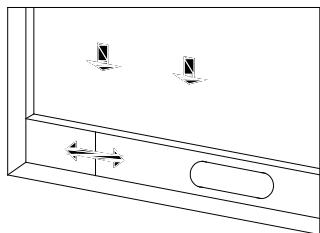

Fig.2
1) Ouvrez à moitié la fenêtre et montez l'ensemble de plaque d'étanchéité de la fenêtre sur la fenêtre (comme indiqué sur les figures 2 et 3). Les composants peuvent être placés dans le sens horizontal et vertical.